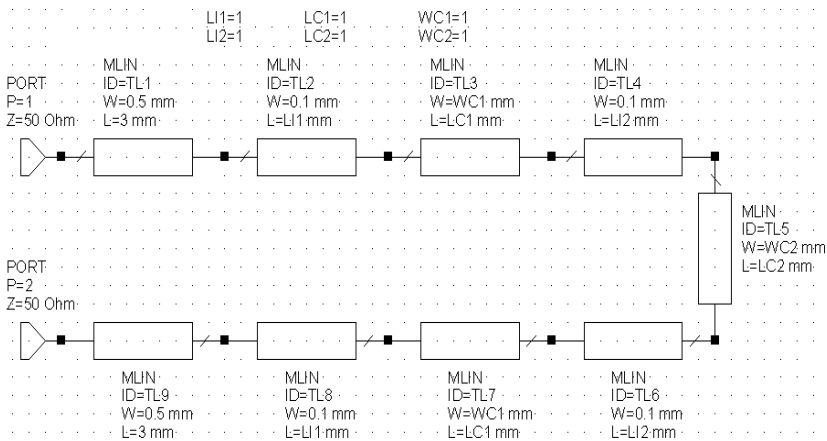

Рис. 3.192
9. Дважды щёлкните по пятому элементу **MLIN** и введите параметры $W=WC2$ и $L=LC2$. Отредактированная схема показана на рис. 3.192.